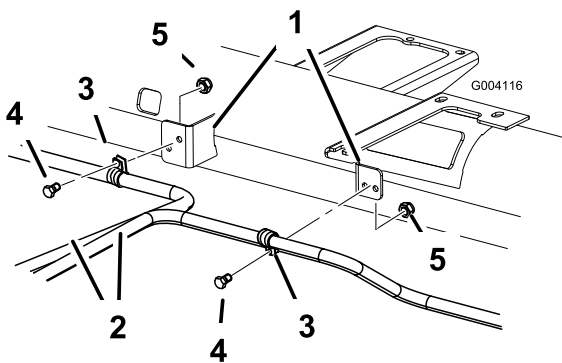

図 12
- 油圧チューブを、機体のフレームに 図 12 のように固定する取り付け作業の開始時に取り外した R クランプとねじ2本、およびロックナットを使用する。